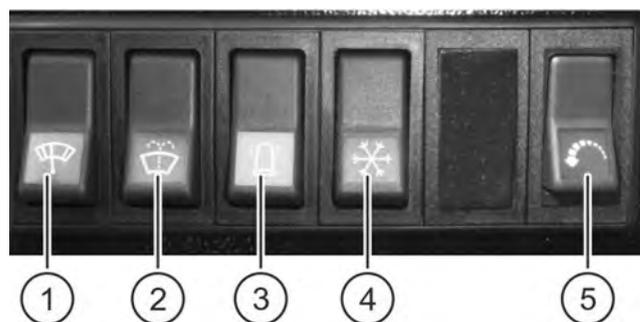

ABB. 89
ABB. 89: Links auf der Vorderseite der Konsole befindet sich der Gebläseschalter (2). Durch Drehen am Gebläsewahlschalter können drei Stufen der Ventilatorendrehzahl angewählt werden.